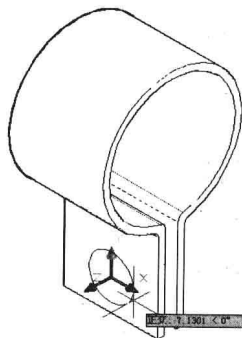

图 8-3-23
(7) 输入“10”，按 Enter 键，确定圆心的位置，这时动态 UCS 坐标轴就会移至该点位置，如图 8-3-23 所示。输入“5”，按 Enter 键，在实体的侧面绘制一个圆对象。